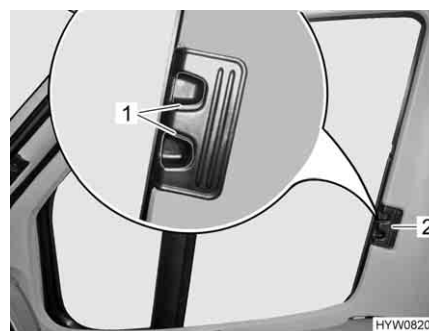

Fig. 32 Dispositif occultant plissé pour la fenêtre côté conducteur/passager
- Pousser les dispositifs occultants plissés pour les fenêtres côté conducteur et côté passager jusqu'à la butée au niveau de la poignée (Fig. 32,2).
- Faire s'enclencher les poignées de déverrouillage (Fig. 32,1).